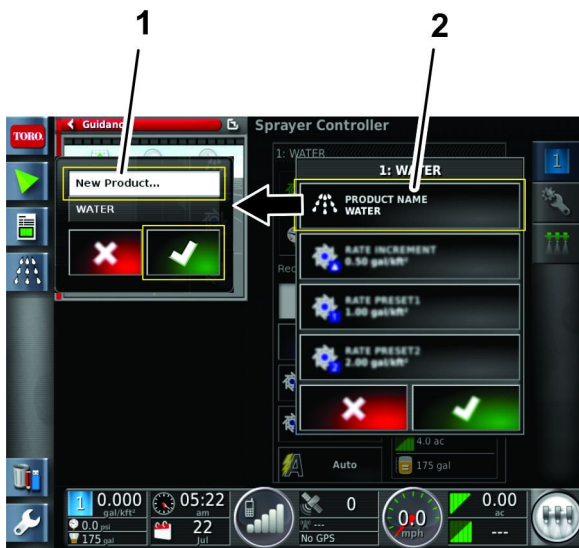

図 27
5. 薬剤構成ウインドウの中で 薬剤選択リスト アイコンを押す図 27。